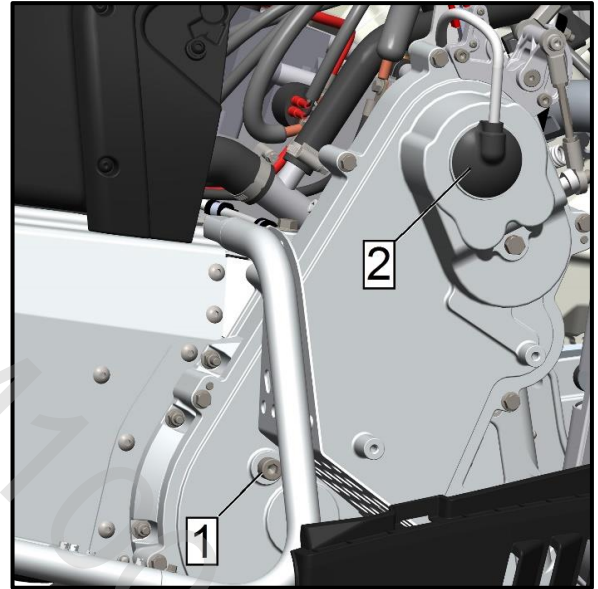

Рис. 13
2. Проверьте уровень масла в КПП, выкрутив контрольную пробку (поз. 1, рис. 13), расположенную на передней крышке КПП, шестигранником 8 мм.
2. Выкрутите контрольную пробку (поз. 1, рис. 13), расположенную на передней крышке КПП, шестигранником 8 мм.
4. Снимите резиновую крышку (поз. 2, рис. 13).